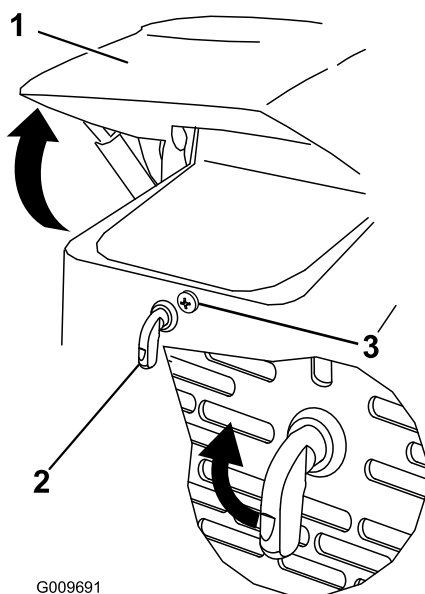

Figura 21
1. Afloje el tornillo de bloqueo del capó (Figura 21).
3. Apriete el tornillo de bloqueo del capó para bloquear el cierre (Figura 21).
2. Giro el cierre del capó en el sentido de las agujas del reloj (Figura 21).
3. Levante el capó (Figura 21).